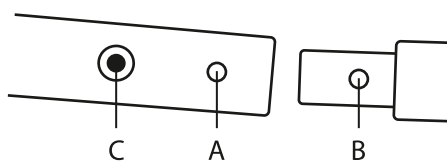

Рис. 1
1. Вставьте одно основание подставки в другое (рис. 1, 2).